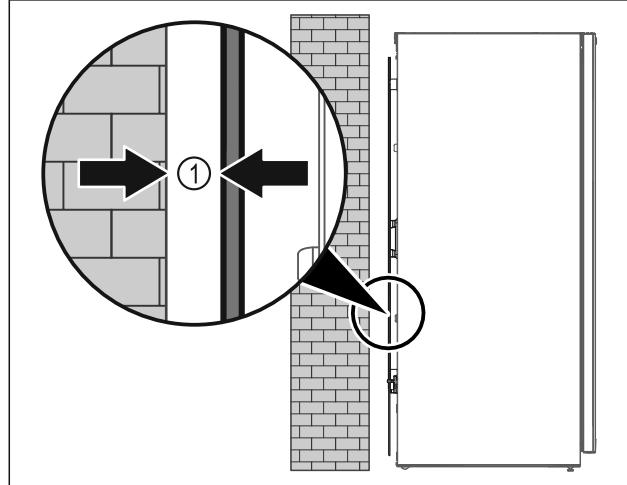

Fig. 5
- Aparat postavite na poljubno mesto v prostoru ali neposredno ob steno z minimalnim odmikom 5 mm Fig. 5 (1).